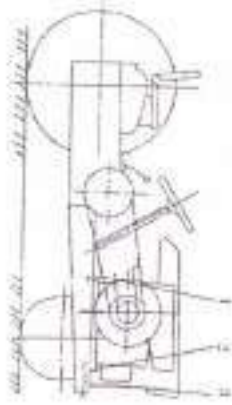

Рис. 3.1. Система трансмиссии
3.1.1. Правильная работа (рис. 3.1)